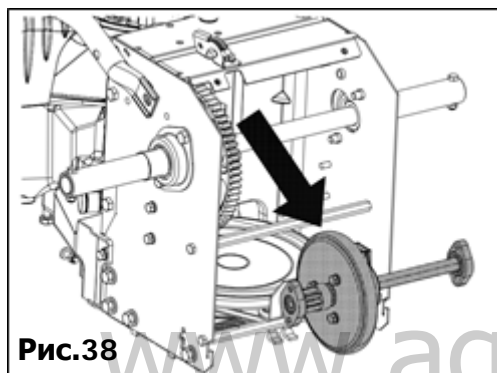

Рис.38
- С усилием вытащите шестигранный вал, снимите шестигранный вал и переходной вал в сборе (Рис.38).